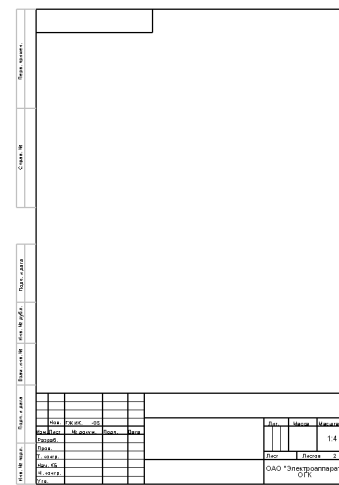

Рис. 51
- В открывшемся окне **Свойства листа** выберите формат второго листа **А4-лист2 (книжная)** и нажмите **ОК**. Будет создан и станет активным второй лист чертежа (рис. 51):